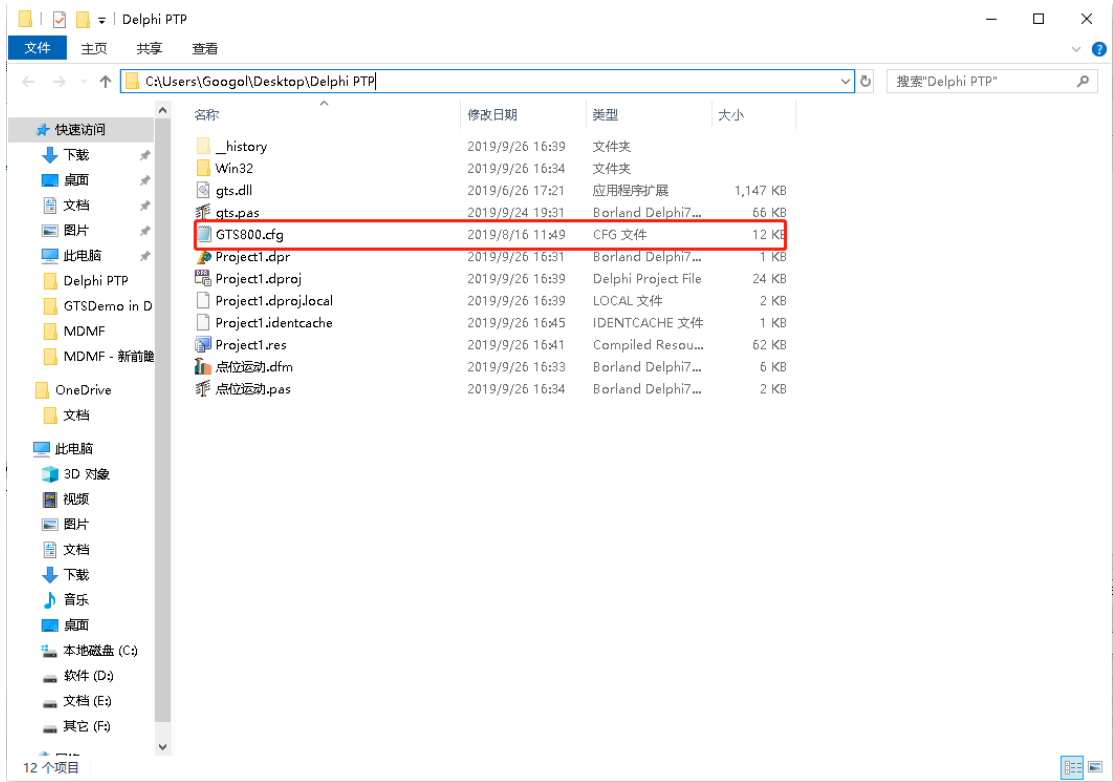

图 17
7、把桌面生成的 GTS800 文件复制到新建的工程目录文件下，至此，用户就可以在 Delphi 中调用函数库中的任何函数，开始编写应用程序。如图 17